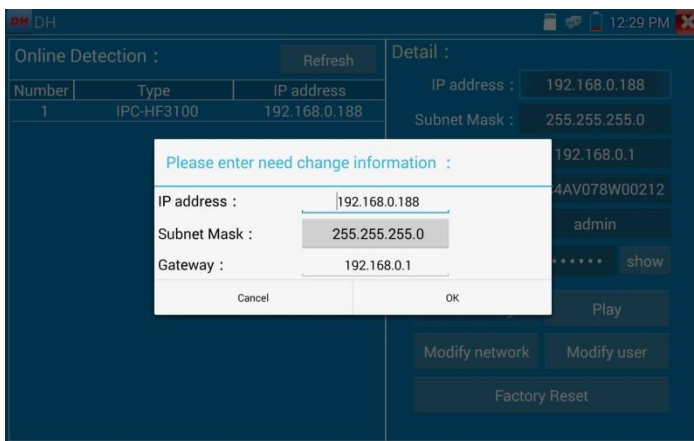

Рис. 118 Изменение сетевых настроек
4. Для изменения сетевых параметров нажмите кнопку «Изменить сетевые параметры» (Modify network). Здесь можно задать IP адрес, маску подсети и шлюз, рис. 118